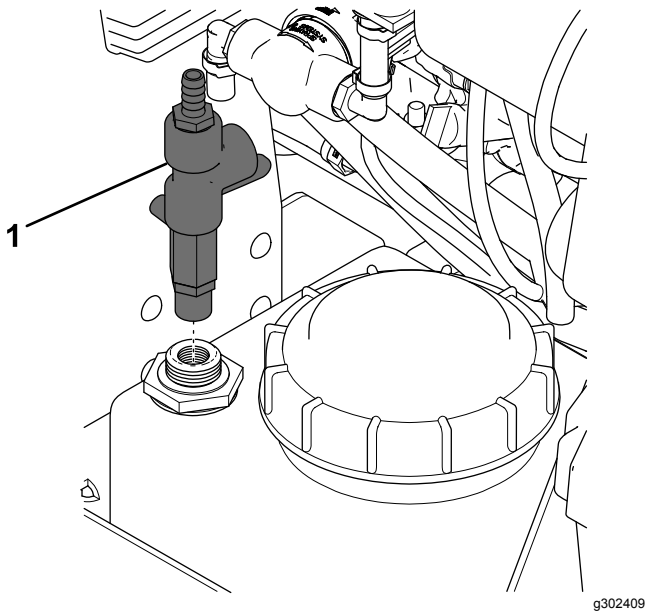

Bild 8
3. Tragen Sie Gewindegewandspaste am Ende des Pumpenventils auf und bringen Sie es am Haupttank an (Bild 8).